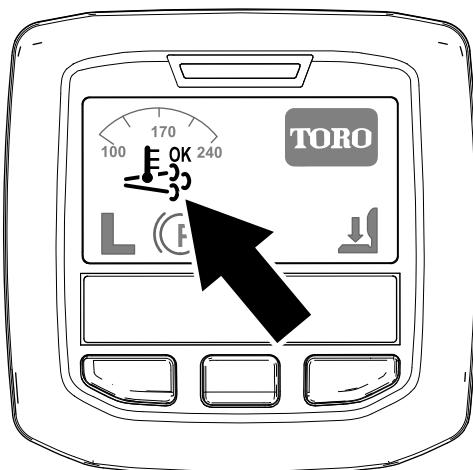

Bild 32
- Das Symbol für die unterstützte bzw. Rücksetzen-Regenerierung wird im InfoCenter angezeigt (Bild 32).